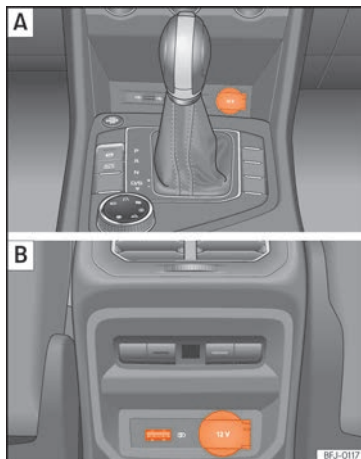
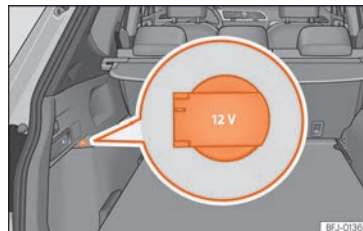

Abb. 183 [A] Mittelkonsole: 12-Volt-Steckdose vorn. [B] Hintere Seite der Mittelkonsole: USB- und 12-Volt-Steckdosen.
Abb. 184 Ausschnitt aus der Seitenverkleidung des Gepäckraums: 12-Volt-Steckdose.
- Die Abdeckkappe der Steckdose anheben »» **Abb. 183**, »» **Abb. 184**.
Die USB-Eingänge befinden sich im hinteren Teil der Mittelkonsole zwischen den Vordersitzen »» **Abb. 183** [B]. Jeder dieser Anschlüsse verfügen über eine maximale Leistung von bis zu 10,5 W.